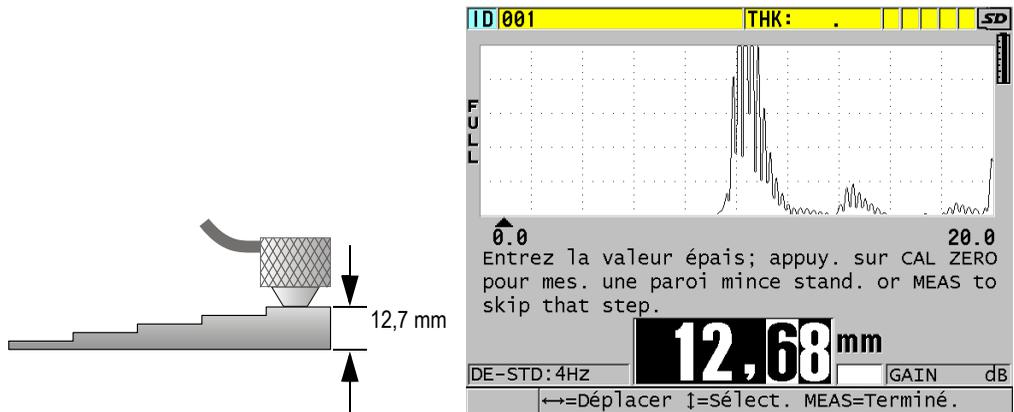

Figure 5-4 Étalonnage de la vitesse de propagation de l'onde ultrasonore dans le matériau à l'aide d'un bloc étalon à 5 gradins
1. Pour effectuer l'étalonnage de la vitesse de propagation de l'onde ultrasonore dans le matériau (voir la Figure 5-4 à la page 76):